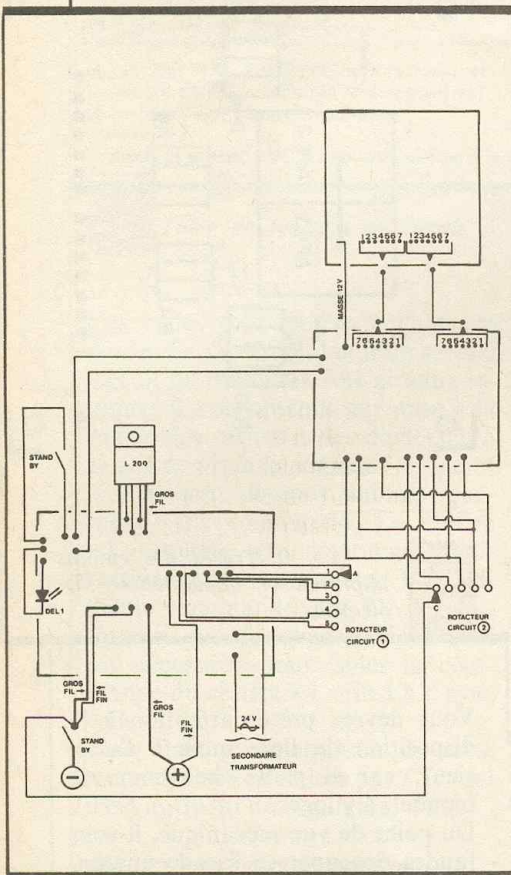

Fig. 9 Plan de câblage.
- Le reste sera câblé suivant la figure 9.